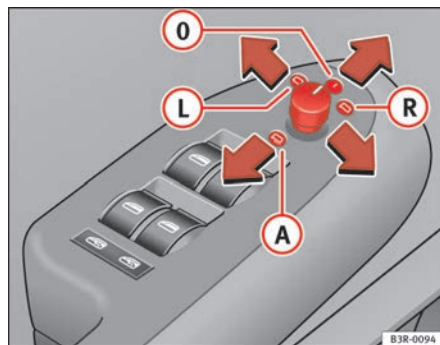

Fig. 103 Detalle del reposabrazos: Mando giratorio
- Gire el mando a la posición $\Rightarrow$ fig. 103 **L** (retrovisor exterior del conductor) o a la posición **R** (retrovisor exterior del acompañante).
Al poner la marcha atrás, se inclina ligeramente hacia abajo la superficie del espejo, siempre que se haya conmutado a dicho retrovisor (mando giratorio en posición **R** $\Rightarrow$ fig. 103). Esto permite ver el bordillo al aparcar el vehículo.